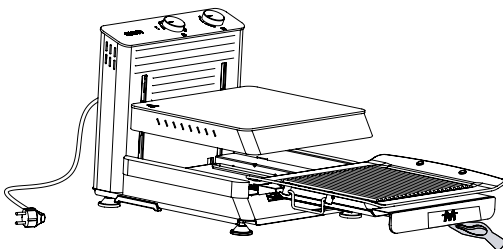
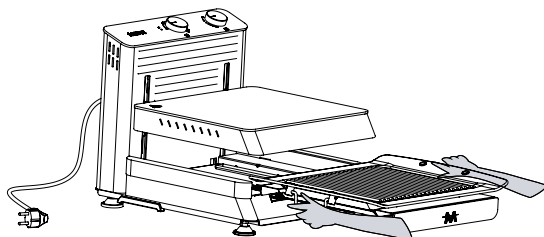

Figura 14
Figura 15
- Se al termine del processo non si deve più cuocere, impostare l'interruttore di accensione/spegnimento sul retro dell'apparecchio in posizione (0) e scollegare il cavo di alimentazione dalla presa di corrente.
- Quando siete sicuri che il prodotto si sia raffreddato, tiratelo verso di voi afferrandolo per la maniglia (Figura 14) e rimuovete la teglia e la griglia che si trovano all'interno del prodotto (Figura 15).